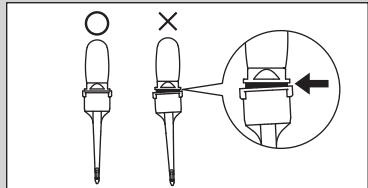

図9
- ・ノズルチップの取り付けは図9を参照の上、奥までしっかりと取り付けてください。しっかりと取り付けられていない場合、ノズルチップが脱落し、誤飲の原因になります。